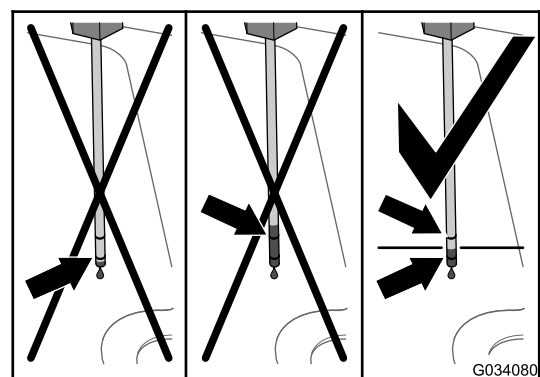

Figura 99
6. Retire la varilla y compruebe el nivel de fluido (Figura 99).
- Añada el fluido hidráulico especificado por el tubo de llenado hasta que vea que el nivel de fluido se encuentra entre las 2 marcas de la varilla (Figura 99).